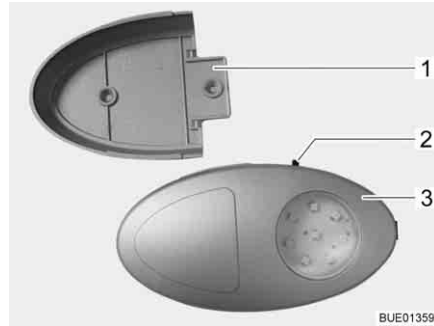

Fig. 61 Eclairage de la penderie
- ▷ Il est possible d'extraire l'éclairage de la penderie de son support vissé (Fig. 61,1) et de l'utiliser comme lampe de poche.
Le bouton Marche/Arrêt (Fig. 61,2) se trouve directement sur l'éclairage de la penderie (Fig. 61,3).